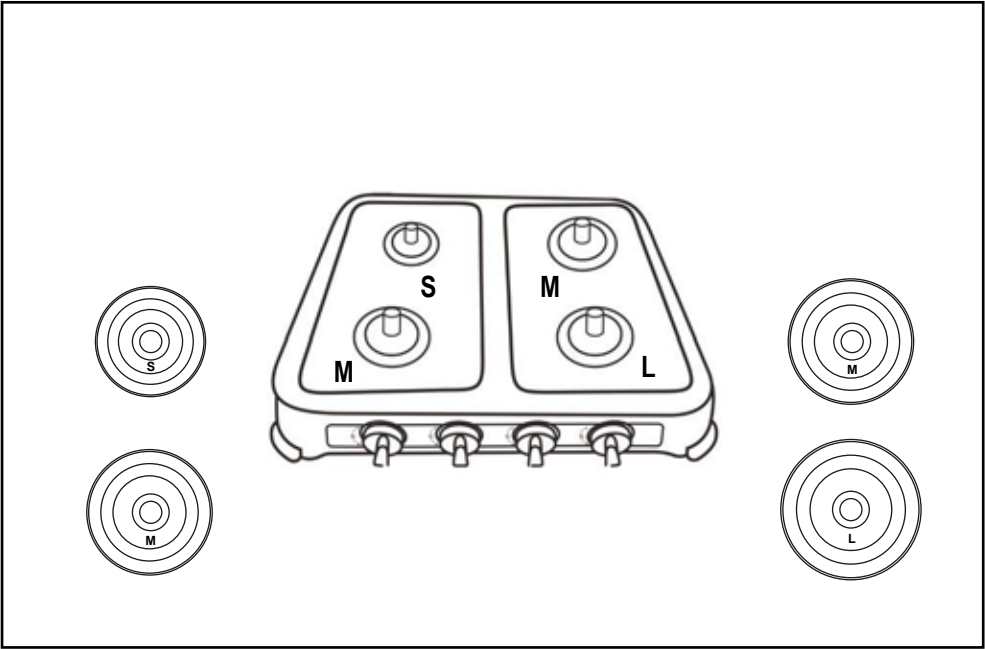

Fig. 2
- Sollevare e rimuovere il coperchio (A).
- Assicurarsi che i comandi (F) siano posizionati su "0".
- Assicurarsi che le corone spartifiamma (C), gli anelli dei bruciatori (D) e la griglia di supporto (B) siano installati correttamente, come indicato nella fig. 2.